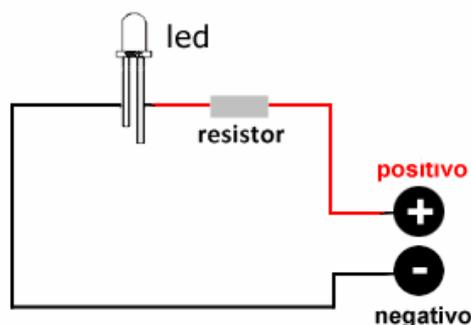

Figura 21: Representação da pinagem de um LED
**Pinagem:** o terminal maior (positivo) do LED deve ser conectado em um dos terminais do resistor, que por sua vez deve ser conectado em um dos pinos da placa Arduino. O terminal menor do LED deve ser conectado ao pino GND do Arduino, como mostra a Figura 21 .